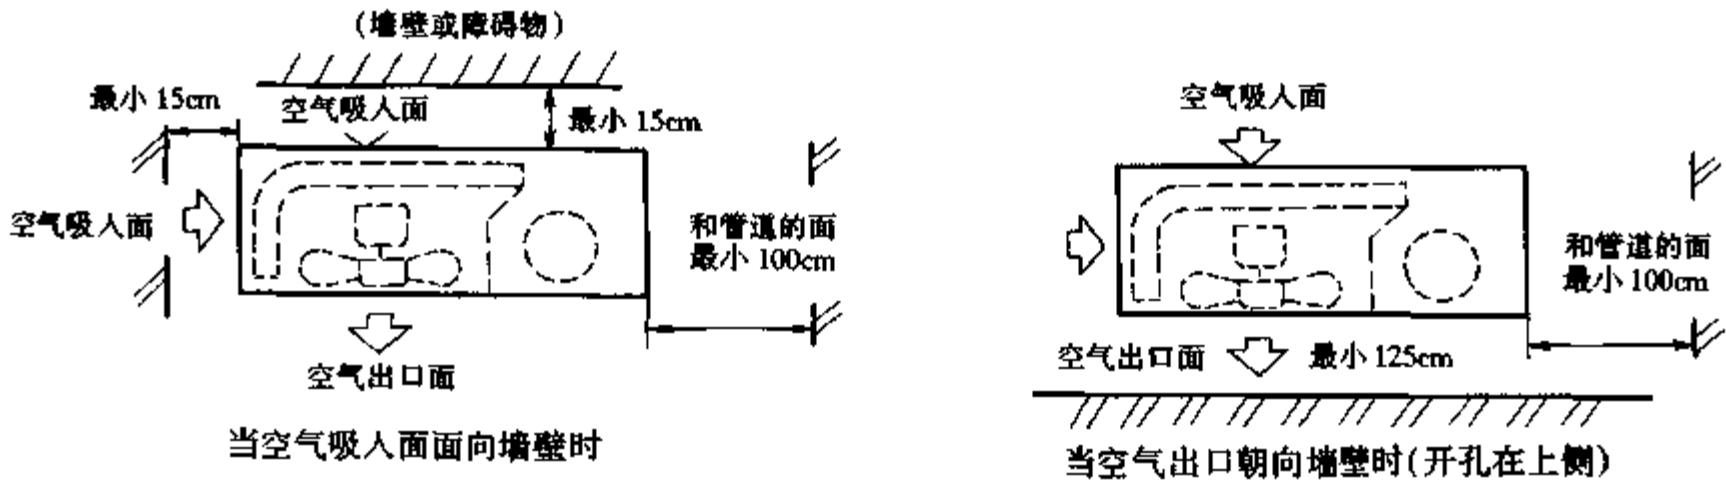

图 7-61 室外机安装位置选择示意图
(3) 要使空气调节器得到便于安装,维护或发挥本机功能的必要空间,尽可能除去附近的障碍物,以防止空气循环范围过小,其尺寸要求如图 7-61。